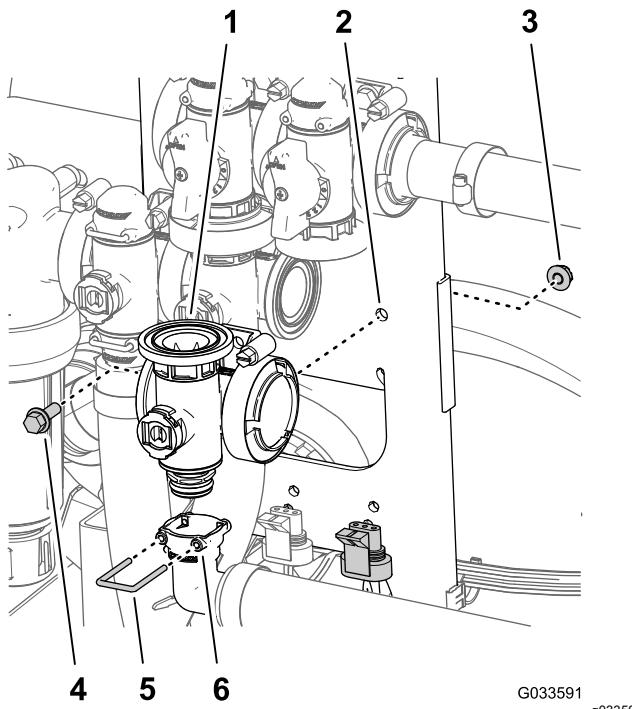

Figure 118
2. Retirez l'étrier qui fixe le raccord de sortie à 90° au coupleur du collecteur de la vanne générale des rampes (Figure 118).
3. Retirez le boulon à embase ($\frac{1}{4} \times \frac{3}{4}$ po) et le contre-écrou à embase ($\frac{1}{4}$ po) qui fixent la vanne générale des rampes sur son support, puis déposez le collecteur de la machine (Figure 118).